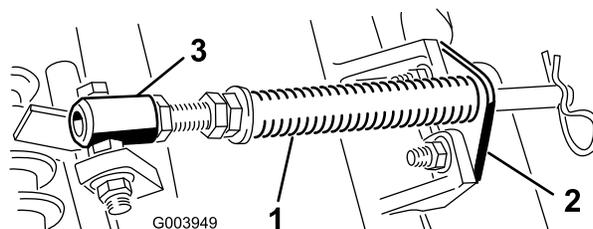

Рисунок 5
- A. Удалите два каретных болта и две гайки, которые крепят кронштейн штока к выступам режущего блока (Рисунок 5).
- B. Выверните фланцевую гайку крепления болта трубки пружины к выступу несущей рамы (Рисунок 5). Снимите этот узел.